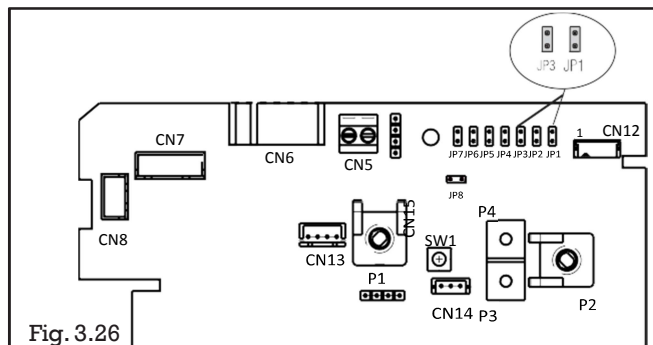

Fig. 3.26
- posizionare i 2 jumper JP1 et JP3 per attivare la funzione di regolazione (fig.3.26).